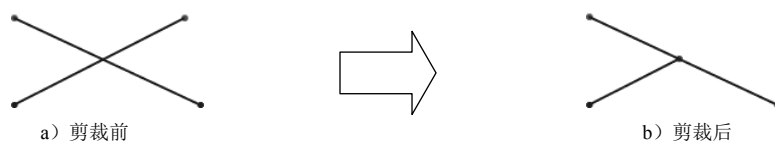

图 4.7.20 “剪裁到最近端”方式
- 使用  剪裁到最近端(I) 方式可以剪裁或延伸所选草图实体，如图 4.7.20 所示。